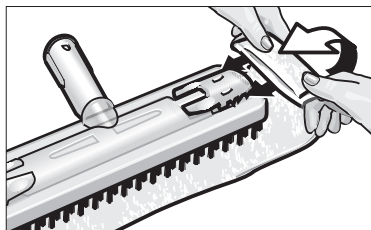

Fig. 3: Colocar el paño en la boquilla
- Fijar el paño (G3) a la boquilla barredora (G1). Plegar el paño en sentido longitudinal. Colocar la boquilla sobre el paño. Sujetar el paño a la boquilla introduciendo los extremos del mismo, estirándolos, debajo de las pinzas de sujeción (G2). (Fig. 3)